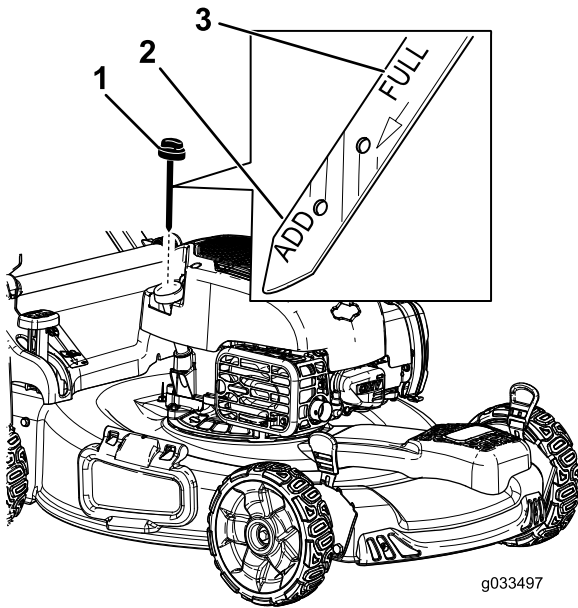

Figure 5
2. Tournez le bouchon dans le sens antihoraire et sortez la jauge (Figure 5).
6. Relevez le niveau d'huile indiqué sur la jauge (Figure 5).